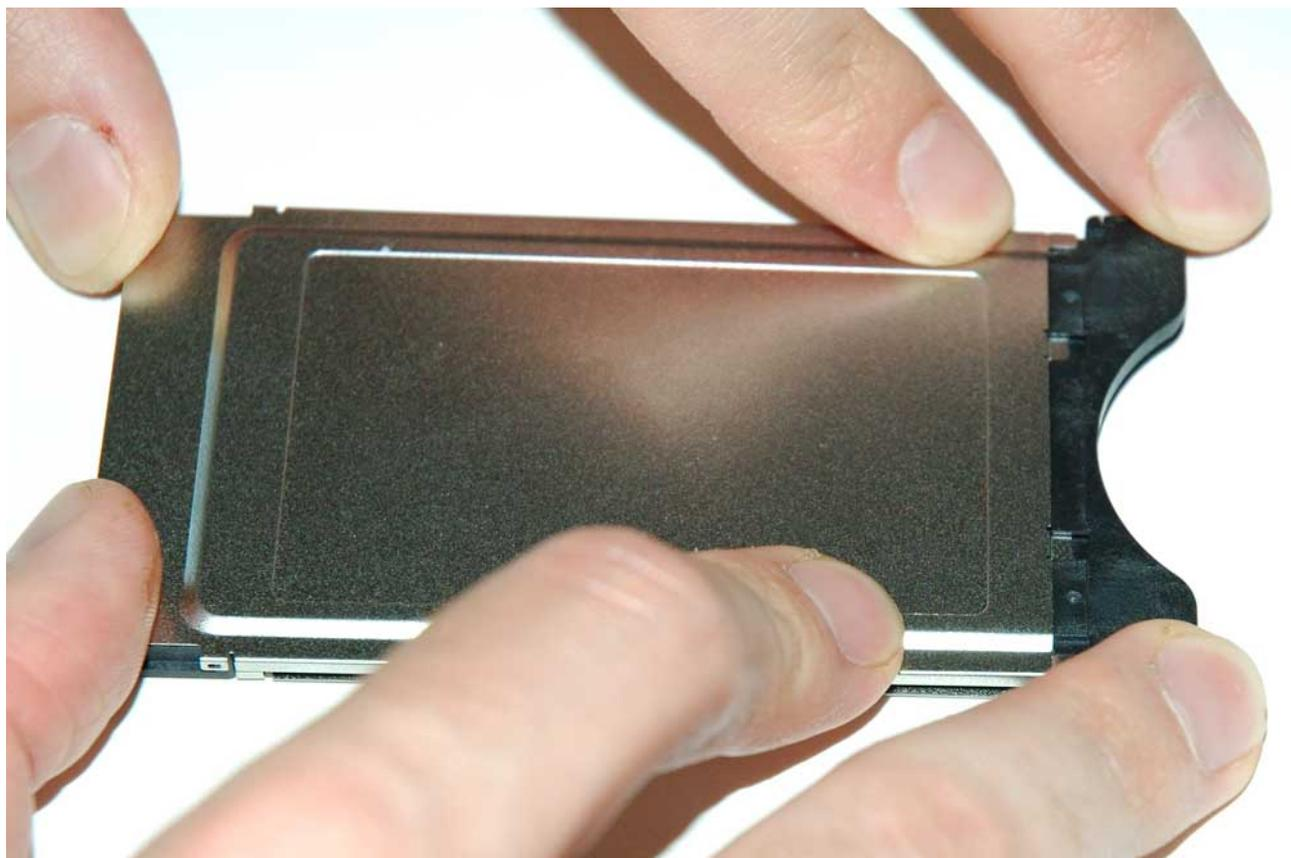

Fig. 41
- Juntar perfeitamente as duas partes em todos os pontos (Fig. 41):